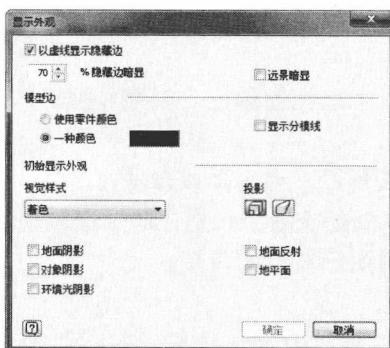

图 1-10 显示外观设置
- 设置：在对话框中单击“设置”按钮，弹出“显示外观”对话框，参见图 1-10。该对话框中的设置用于指定新文档窗口显示模型的方式。其中：